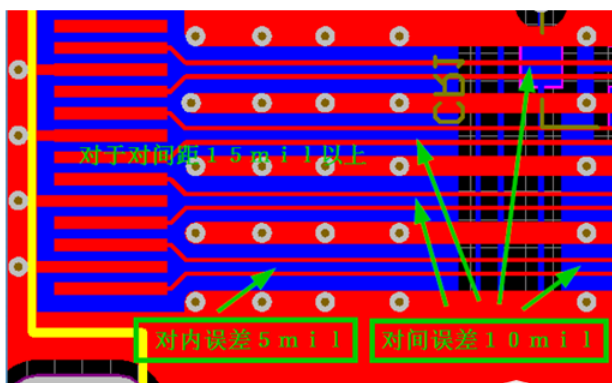

图 4-7 差分线的包地处理
- 1) 差分对与对之间尽量包地处理，间隔100mil打地过孔，空间紧张的情况，四组差分尽量拉开间距，保证边到边是15-20mil左右，并且四组包地，跟其他的隔开，防止相互之间干扰。如图4-7所示。